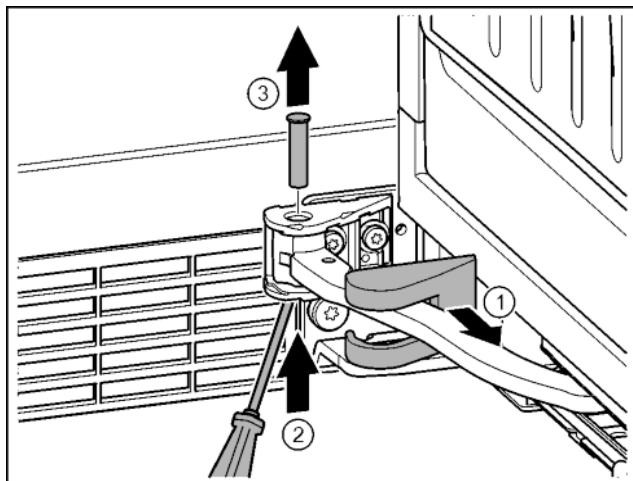

Fig. 19
- Húzza le a csapágybak fedelét, és a csukló mentén tolja el. Fig. 19 (1)
- Ujjával vagy egy csavarhúzóval emelje fel letről a csapszeget. Fig. 19 (2)
- Vigye a csavarhúzót a csapszeg feje alá, és húzza ki azt. Fig. 19 (3)